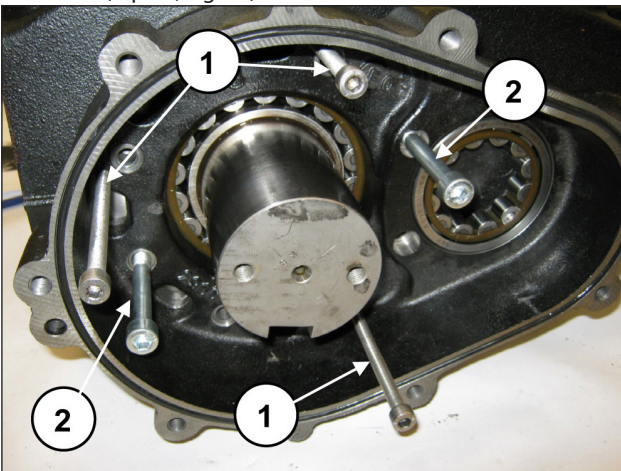

Fig. 23
Placer 3 goujons ou vis filetés M8 (rep. ①, Fig. 23) faisant office d'extracteurs, dans les orifices prévus à cet effet et deux vis M10 suffisamment longues servant à soutenir le boîtier du réducteur (rep. ②, Fig. 23).